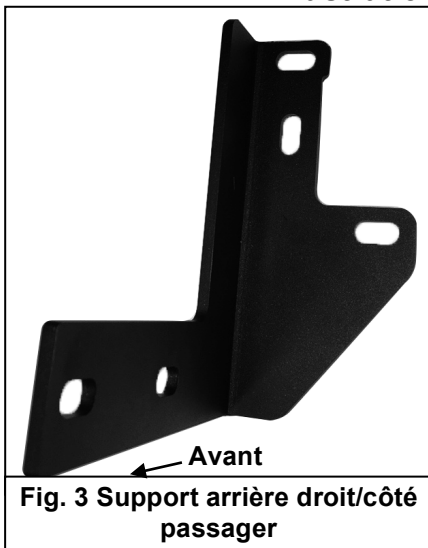

Fig. 3 Support arrière droit/côté passager
3. Sélectionner le support de fixation de châssis côté passager (**Figure 3**). Enfiler le support sur les (2) goujons filetés. Fixer le support sur les goujons en utilisant les écrous à tête hexagonale d'origine (**Figures 4 et 9**). Ne pas serrer complètement pour l'instant.